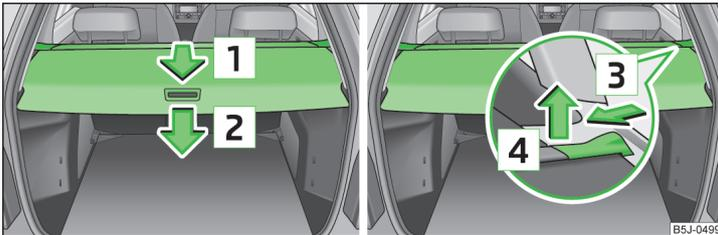

Abb. 66 Gepäckraum: aufrollbare Gepäckraumabdeckung / aufrollbare Gepäckraumabdeckung ausbauen
- › Die aufrollbare Gepäckraumabdeckung in Pfeilrichtung **1** » Abb. 66 bis zum Anschlag in die gesicherte Stellung ziehen.